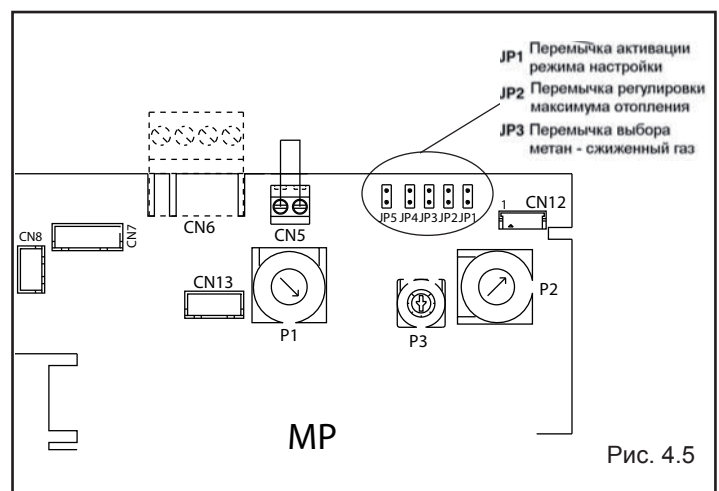

Рис. 4.5
- Установите переключку JP1 (рис. 4.5), при этом ручки, расположенные на панели управления, начнут выполнять функции регулирования минимума и максимума для режима отопления;
- Установите переключку JP2 (рис. 4.5)